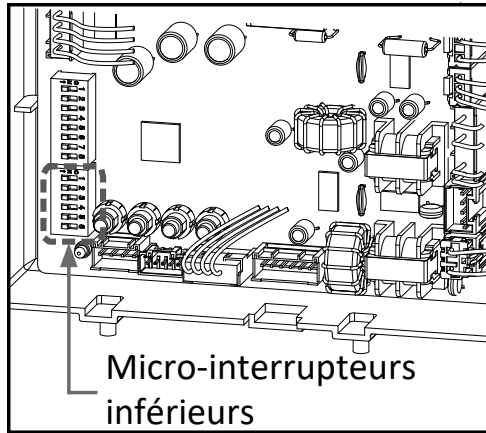

Figure 11 Carte électronique du modèle 540 (T-H3)
**Tableau 7: Modèle 540 (T-H3) Micro-interrupteurs inférieurs (Figure 11)**